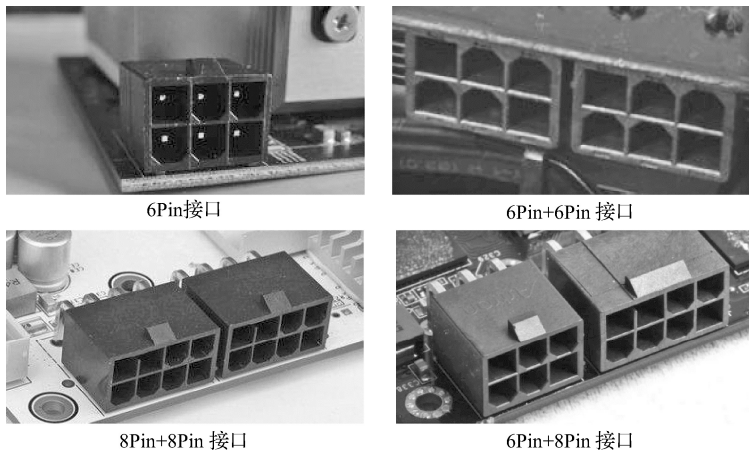

图 9-5 多种显卡供电接口
②CPU 供电接口。进入奔腾 4 时代后，CPU 的供电需求增加起来，+3.3V 无法满足主板加 CPU 的动力需要，于是 Intel 便在电源上定义出了一组（2 路）+12V 输出，专门来给 CPU 供电。对于有些更高端的 CPU 来说，一组+12V 仍无法满足需要，于是带有两组+12V 输出的 8Pin CPU 供电接口也逐渐诞生，这种接口最初主要是满足服务器平台的需要，到现在，不少主板都为 CPU 设计了这样的接口。随着独立显卡的功耗越来越大，许多独立显卡也需要单独供电，采用 4/8Pin 供电接口，其参数与 CPU 供电接口一样。
③显卡供电接口。如图 9-5 所示，为了保障显卡的供电充分，很多显卡设计有外接电源线的接口，有 4D 型接口、6Pin 接口、6Pin+6Pin 接口、8Pin+8Pin 接口、6Pin+8Pin 接口等。ATXV12 电源一般会提供多种供电接口，包括 6Pin 和 6+2Pin 接口等，这些接口与 CPU 的供电接口一样，提供+12V 电源输出，用户需要根据显卡的供电接口进行组合。